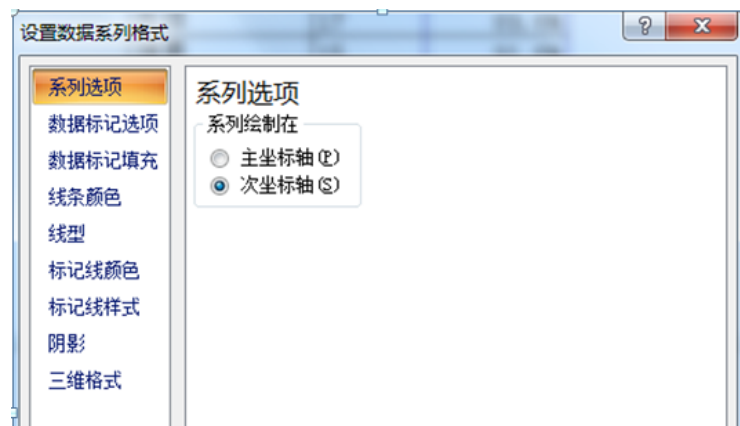

图 3-12
(6) 将系列二图表格格式设置为“次坐标”，选中“系列二”，鼠标单击右键打开“设置数据系列格式”。在系列选项中选择“次坐标轴”。如下图 3-12。